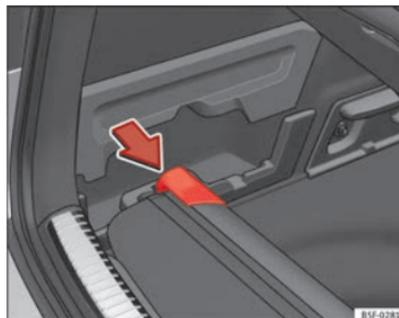

Abb. 97 Im Gepäckraum: Aufnahme zum Verstaun der Gepäckraumabdeckung.
- Drücken Sie auf das Kopfstück der Gepäckraumablage in Pfeilrichtung, bis diese in der dafür vorgesehenen Aufnahme einrastet ⇒ Abb. 97.